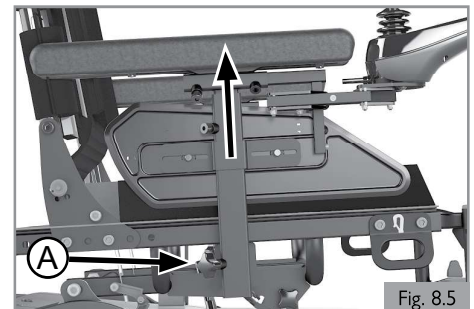

Fig. 8.5
8.4 Reposabrazos extraíble de una sola posición**Cómo sacar el conjunto de reposabrazos (Fig. 8.5)**
Colocar el conjunto del reposabrazos (Fig. 8.5)